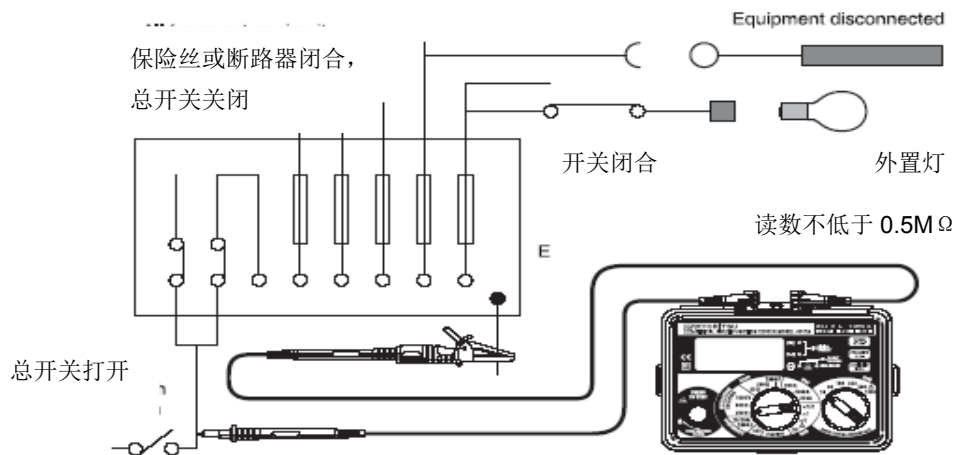

图 7
2. 测试线连接仪器，然后接到被测回路或设备上。(图 7、8)